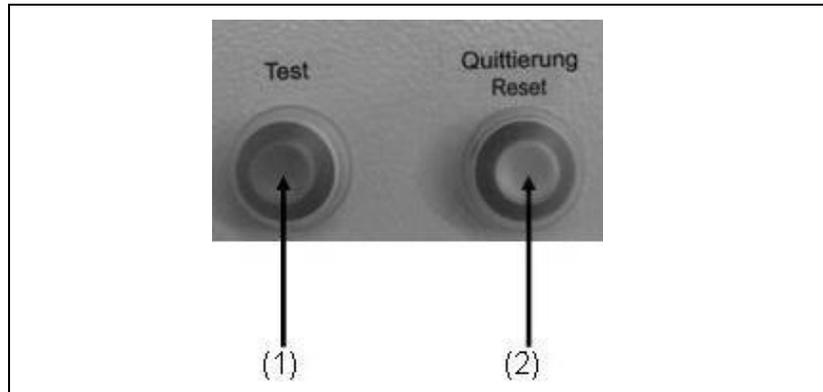

Abb. 5-2: Isolationsüberwachung mit E-MCS 3.0
2. Drücken Sie den Testknopf (siehe Abb. 5-2-(1))
- ✓ Das Symbol am Display (siehe Abb. 4-55-(9)) zeigt das Ergebnis an, bei Isolationsüberwachung mit Buzzer ertönt dieser zusätzlich und kann über den Quittierungs-Taster (siehe Abb. 5-2-(2)) quittiert werden:
1. Nach der Überprüfung muss der Reset-Taster (siehe Abb. 5-2-(1)) gedrückt werden um das Gerät wieder zu betreiben.
2. Nach dem abschalten und abstecken des Verbrauchers muss der Reset-Taster (*siehe Abb. 5-2-(1)*) gedrückt werden um das Gerät wieder zu betreiben.
3. Drücken Sie den Testknopf (*siehe Abb. 5-2-(2)*)